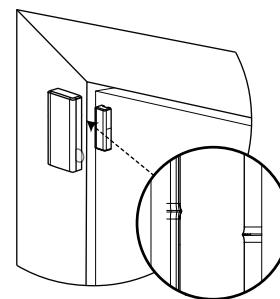
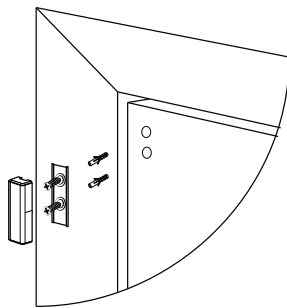

Figura 3:
Figura 6: Instalación con tornillos del imán
2. Coloque el dispositivo en el marco de una ventana o puerta y el imán en la superficie móvil de la propia puerta o ventana, alineado de acuerdo con las marcas de ubicación. Ver Figura 3.
3. Atornille la base magnética a la puerta alineándola con el receptor. Ver Figura 6 y Figura 3.